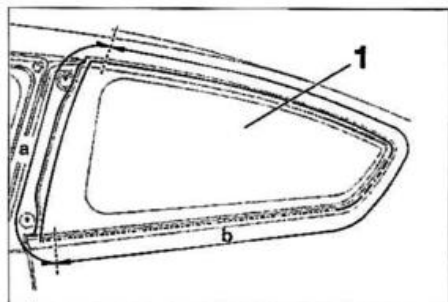

FIG. 55
- En el interior del vehículo, cortar el cordón de cola en (b) (fig. 55).